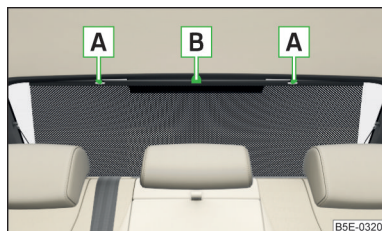

Fig. 57
- Para **tapar**, retirar la cortinilla en el tirador **B** de la carcasa y colgarlo en el soporte magnético **A** » fig. 57.